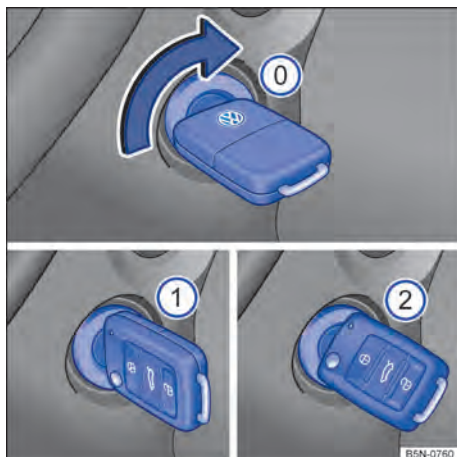

Fig. 80 Ao lado do volante, à direita: posições da chave do veículo no cilindro da ignição.
Posições da chave do veículo → Fig. 80
- *Veículos com partida aquecida*: girar a chave do veículo na posição → Fig. 80 ①. A ignição está ligada. Nesse instante a luz de controle do sistema de partida aquecida ∞ irá se acender no instrumento combinado. Aguardar que a luz de controle ∞ se apague indicando o término do aquecimento do combustível (esta ação poderá ser necessária em condições de partida com o motor frio).
- *Veículos sem partida aquecida*: girar a chave do veículo na posição → Fig. 80 ①. A ignição está ligada.
- Girar a chave do veículo no cilindro da ignição para a posição → Fig. 80 ② – não acelerar. Quando o motor começar a funcionar, soltar a chave do veículo no cilindro da ignição.
- *Veículos com partida aquecida*: girar a chave do veículo no cilindro da ignição para a posição → Fig. 80 ② para dar partida no motor – não acelerar. Caso a etapa 5 não seja respeitada, a luz de controle ∞ irá piscar indicando a necessidade de interromper o procedimento de partida e repeti-lo após retornar a chave para a posição → Fig. 80 ① e aguardar aproximadamente 10 segundos.
- *Veículos sem partida aquecida*: girar a chave do veículo no cilindro da ignição para a posição → Fig. 80 ② para dar partida no motor – não acelerar.
- Girar a chave do veículo no cilindro da ignição na posição → Fig. 80 ①.